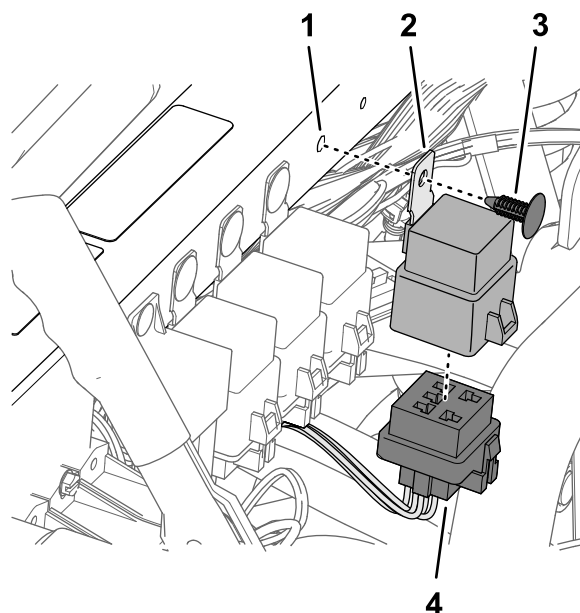

Figura 186
1. Ligue o conector de cinco pinos do relé no conector de cinco tomadas (Figura 186) da cablagem do kit rotulado RELÉ ATIVAÇÃO ASC 10 (asc 10 enable relay).
2. Alinhe o orifício na patilha de montagem do relé com o orifício no tubo de suporte do para-choques e prenda o relé no tubo com um fixador de pressão (Figura 186).